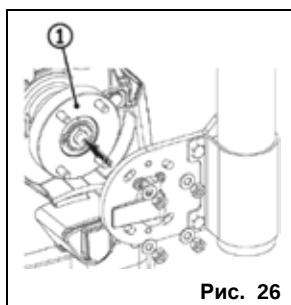

Рис. 26
6. Установить крепежную планку стрелы на диск привода (рис. 26, поз. 1). На рисунке дано изображение при закрывании стрелы влево.